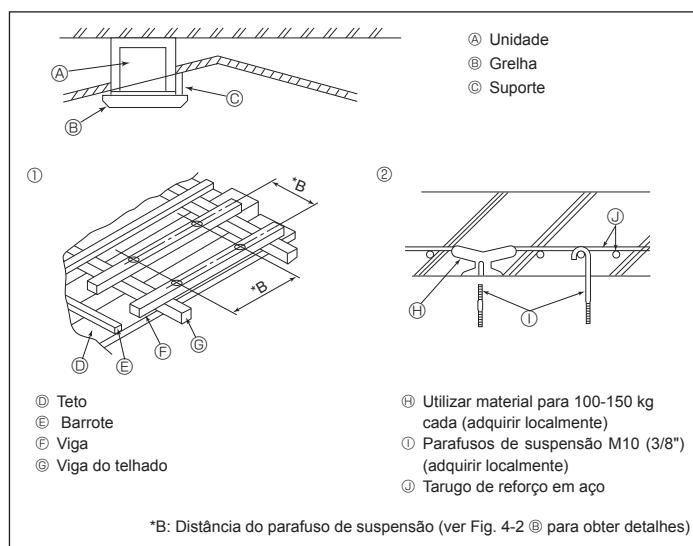

Fig. 4-4
4.4. Estrutura de suspensão (Dar ao lugar de suspensão uma estrutura forte) (Fig. 4-4)
① Estruturas de madeira
② Estruturas de betão armado